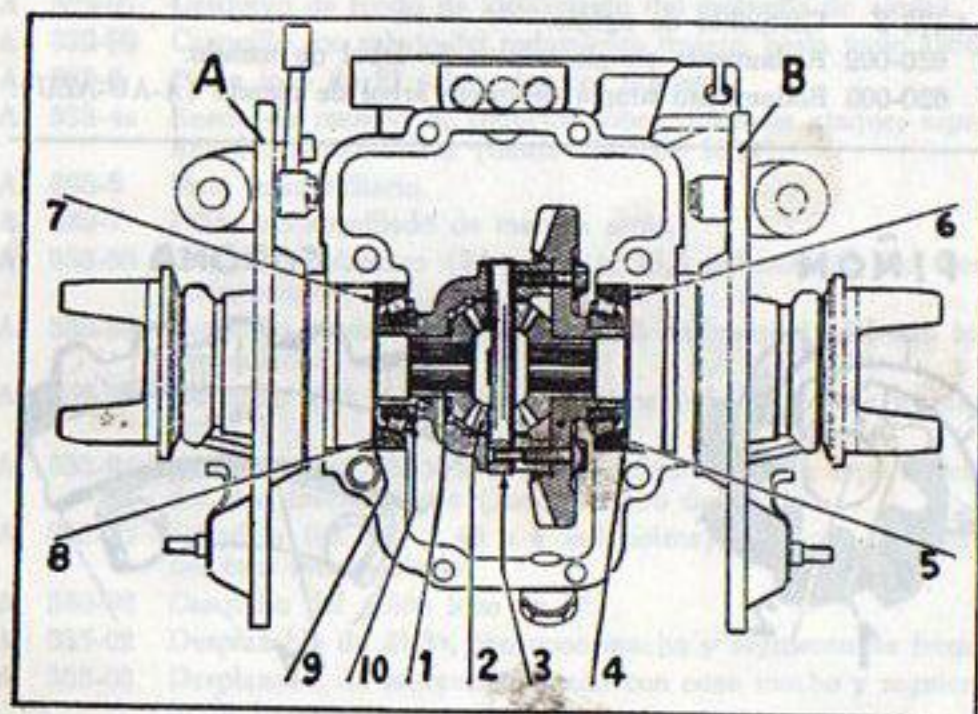

FIG. 45. Diferencial A 343-1 b. A: Placa derecha. B: Placa izquierda.
- Colocar en la caja: un planetario (1) (fig. 45), una arandela de apoyo de satélite, un satélite (2) y el eje (3). Determinar el espesor de la arandela de este satélite para que no exista dureza ni juego excesivo, girando el planetario.
- Colocar el segundo planetario (1) sobre los dos satélites.